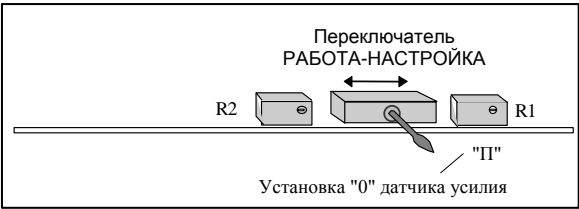

Рисунок 5
4.1.1 Снять крышку окна БОДа, открывающую доступ к регулировочным резисторам и переключателю РАБОТА - НАСТРОЙКА (см. рисунок 5).